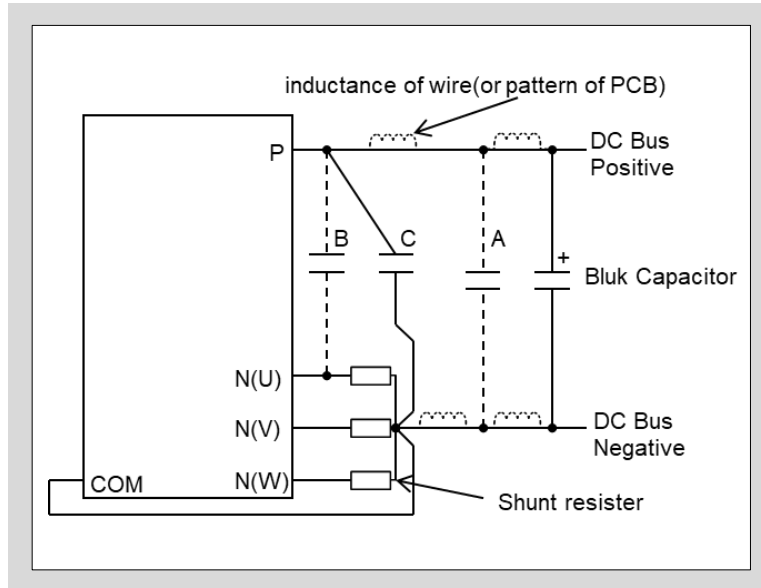

图4-1 采样电阻与吸收电容的推荐布线
- 如图4-1所示，一般应将吸收电容连接在位置“C”。如果将吸收电容连接在位置“A”，则吸收电容不能有效抑制浪涌电压，因为布线电感不可忽略。如果将吸收电容连接在位置“B”，吸收电容的充放电电流也会流过采样电阻，从而影响到电流检测信号，过电流保护值也将低于设计值。吸收电容连接在位置“B”时，尽管抑制效果强于位置“A”或者位置“C”，但是考虑到对电流检测精度的影响，位置“C”较为合理。因此，一般采用位置“C”。